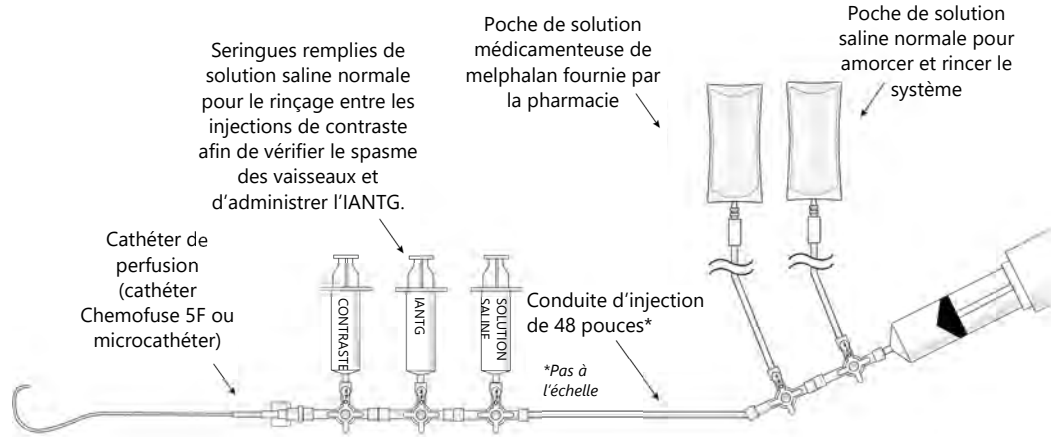

Figure 28
- (a) Lorsque le circuit d'hémofiltration fonctionne de manière satisfaisante et que le patient est stable sur le plan hémodynamique, rincer la ligne de perfusion artérielle hépatique avec du sérum physiologique pour éviter de mélanger directement l'héparine avec l'agent chimiothérapeutique (chlorhydrate de melphalan). Connecter la ligne de perfusion du médicament au cathéter de perfusion de l'artère hépatique (cathéter ChemofuseMD 5F ou microcathéter), comme indiqué sur la figure 28 pour compléter le circuit d'administration du médicament.